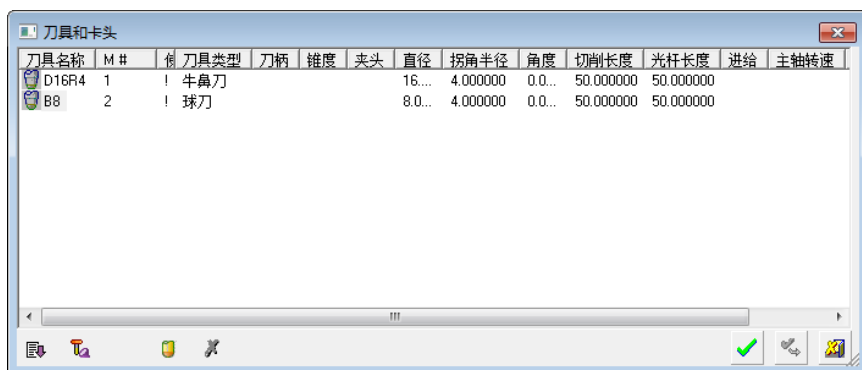

图 5-83 “刀具和卡头”对话框(5)
2) 选择刀具。单击“刀具和夹头”按钮，弹出“刀具和卡头”对话框(5)，选择 B8 球刀，如图 5-83 所示。